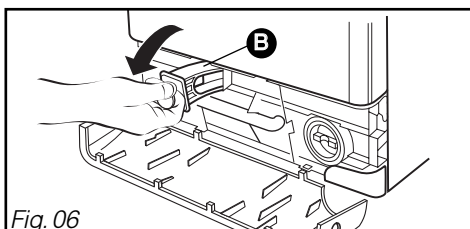

Fig. 06
- Retirez la **bride "avant"** (Fig. 06).